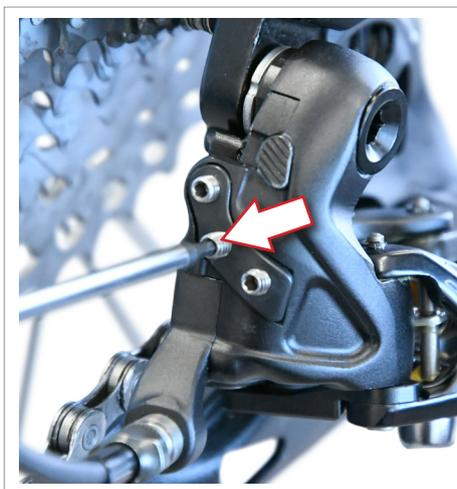
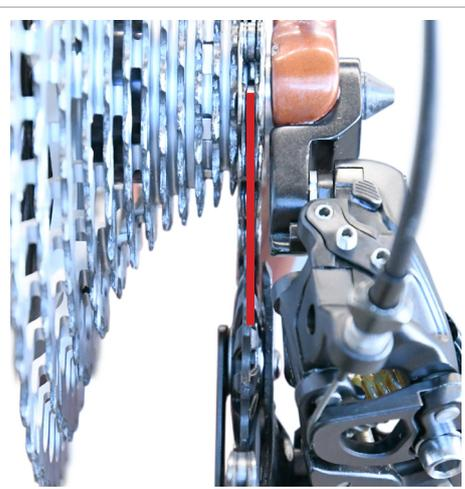

Fig.9
Fig.10
- Gire el tornillo (Fig. 9) hasta que la línea central de la ruleta superior esté perfectamente alineada con el primer piñón (Fig. 10).